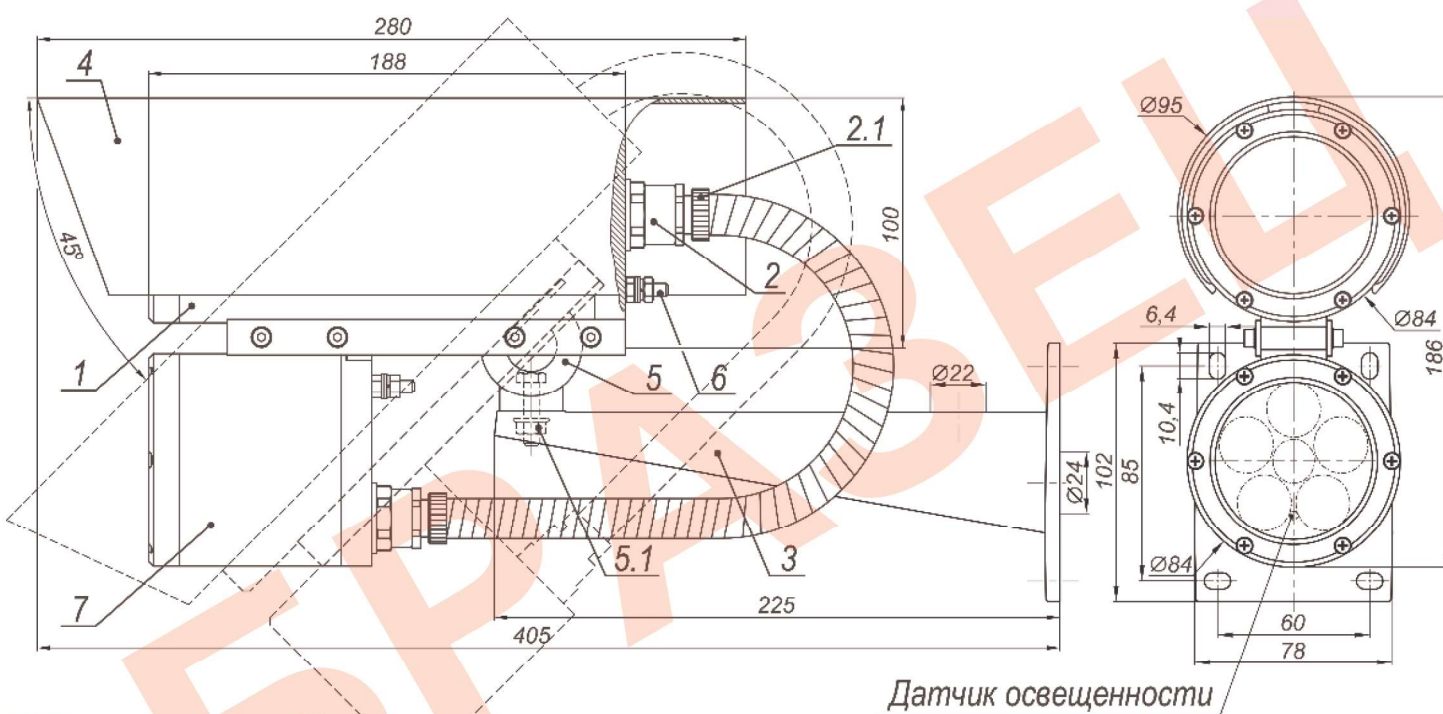

Рисунок 1 – Состав, габаритные и установочные размеры
8. Ослабив гайку болта фиксации шарнира 5.1 (рисунок 1), установить видеоканеру на нужное направление обзора, после чего надежно зафиксировать шарнир, затянув гайку.
9. Заземлить видеоканеру с помощью клеммы заземления 6 (рисунок 1).
Для проверки работоспособности прожектора в светлое время суток необходимо прикрыть датчик освещенности (см. рисунок 1) от света – на линзах прожектора должны появиться красные блики.